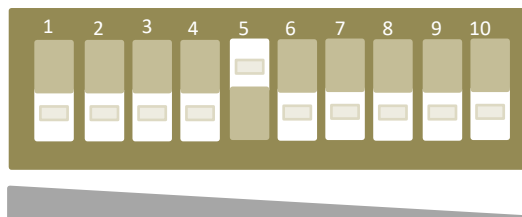

Рисунок 7.24
– установить флажок 5 переключателя регулировки чувствительности БОС в положение «Вкл.» (верхнее положение), все остальные флажки в положение «Выкл.» (нижнее положение) (рисунок 7.24);